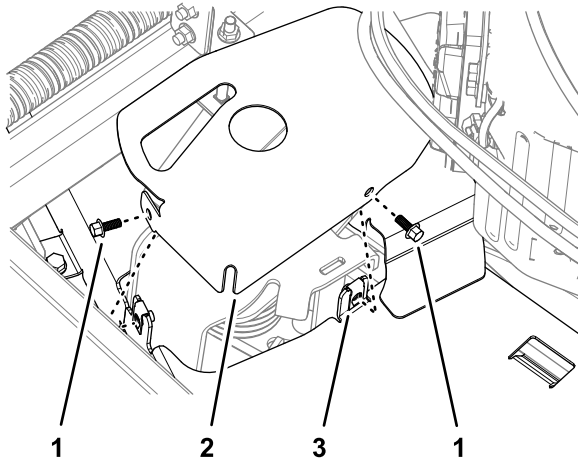

Figura 34
1. Retire los 2 tornillos con arandela prensada que fijan la cubierta del tensor a la cubierta de la correa izquierda y retire la cubierta del tensor (Figura 34).